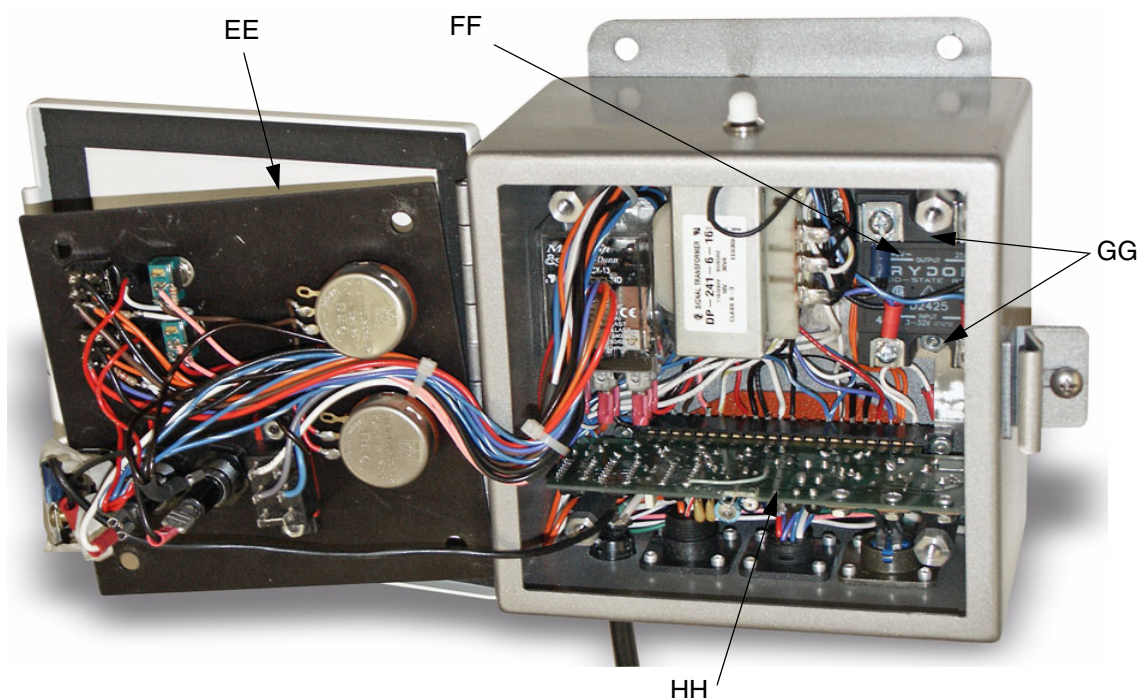

FIG. 5: Reparación del temporizador
1. Vea FIG. 5. Retire los cuatro tornillos que sujetan el panel delantero (EE) al temporizador. Retire el panel delantero.
2. Retire dos tornillos (GG). Retire el relé (FF). Reemplace con un relé de 15 amp 118261.
2. Saque la tarjeta de control (HH) y reemplácela. Para reemplazar, pida el kit de reparación 118182.